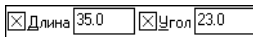

Рис. 8.4. Данные, введенные в поля Панели свойств
4. Щелчком мыши активизируйте поле **Длина**, введите значение 35 (рис. 8.4) и нажмите клавишу <Enter>.